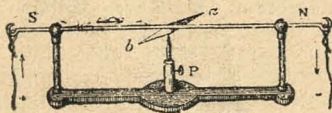

Fig. 216.—Experimento de Ørstedt.
2. **Experimento de Ørstedt.**—Supongamos que se reúnan los dos polos de una pila, por medio de un largo hilo metálico, y que se aproxime una porción rectilínea de este hilo, mantenida en el meridiano magnético  $SN$ , á una aguja imanada  $a b$ , movible sobre un eje vertical (fig. 216).